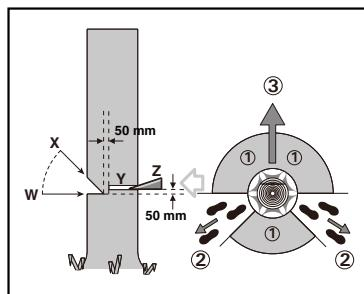

Fig. 1
Cuando el árbol comience a caer, saque la sierra de cadena del corte, pare el motor, colóquela en el suelo y abandone el área de peligro siguiendo la ruta de escape prevista (2). Permanezca alerta a las ramas elevadas que puedan caer y mire dónde pisa. (Ver Fig. 1)